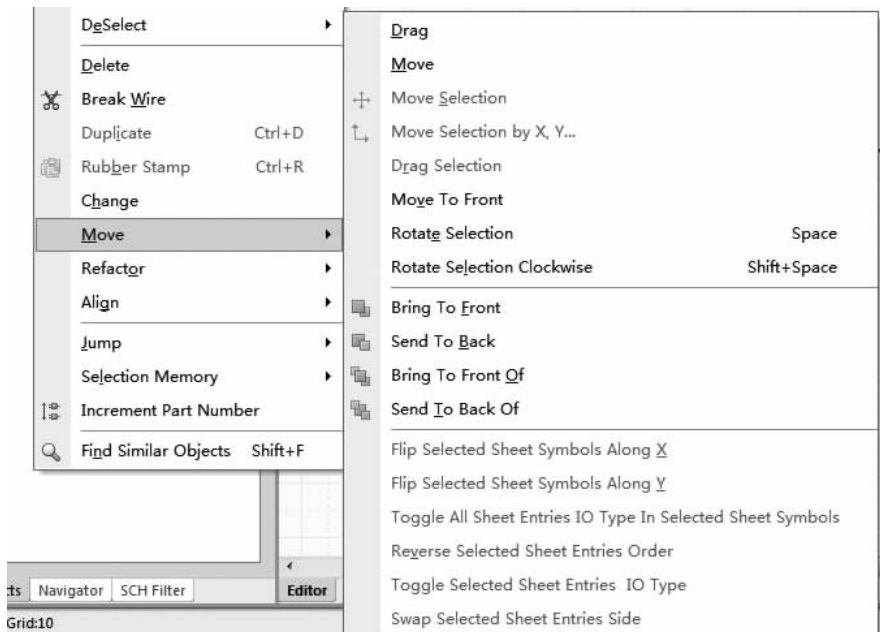

图 2-38 “Move”子菜单
①鼠标拖曳法:首先选取需要移动的单个或多个元件,把光标指向已选中的一个元件上,按住鼠标左键不动,并拖曳至理想位置后松开,即可完成移动元件的操作。
②菜单命令法:执行“Edit”→“Move”菜单命令,其子菜单如图 2-38 所示。